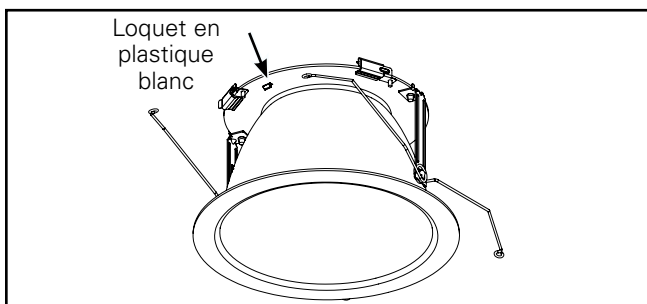

Figure 12
1. Appuyez sur le loquet en plastique blanc pour retirer le réflecteur supérieur et nettoyer la lentille. (Figures 12 et 13).